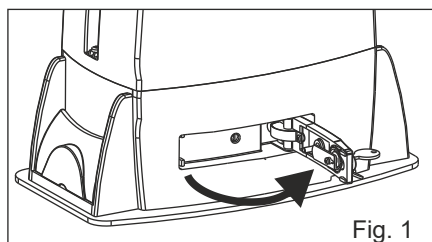

Fig. 1
1) Desactivar la corriente eléctrica, desbloquear el motor (Fig.1) y posicionar manualmente las antas o el mástil a mitad de recorrido (Fig. 3-4).